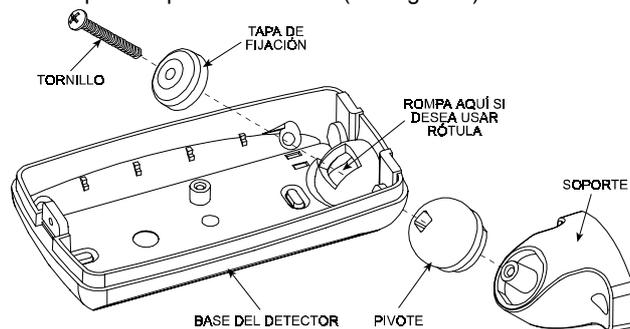

Figura 6. Colocando la Rótula
C. Quite el agujero ciego de montaje grande del saliente esférico de la parte superior de la base (ver Figura 6).
D. Coloque la rótula como muestra la Figura 6.